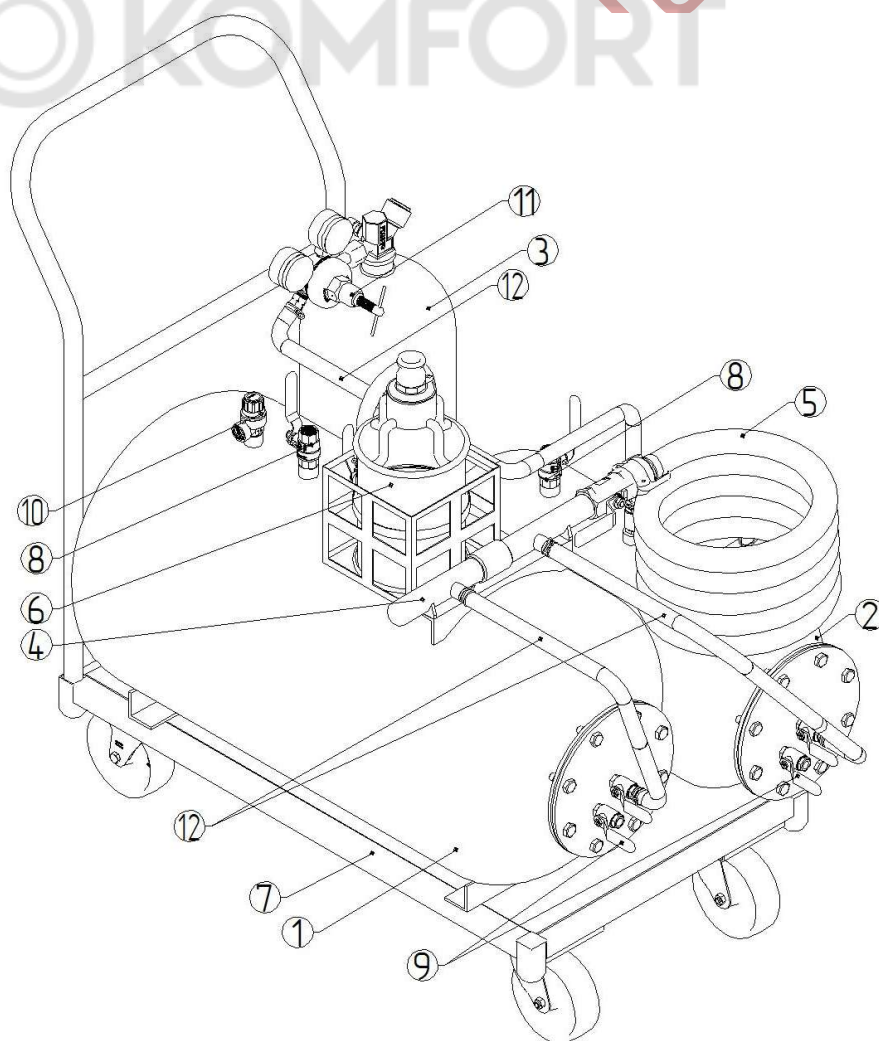

Рисунок 2
1.4.1 МУПП (рисунок 2) состоит из металлического сосуда, с установленной внутри эластичной ёмкостью для хранения запаса воды (1), металлического сосуда, с установленной внутри эластичной ёмкостью для хранения запаса пенообразователя (2) и баллона со сжатым газом (3).